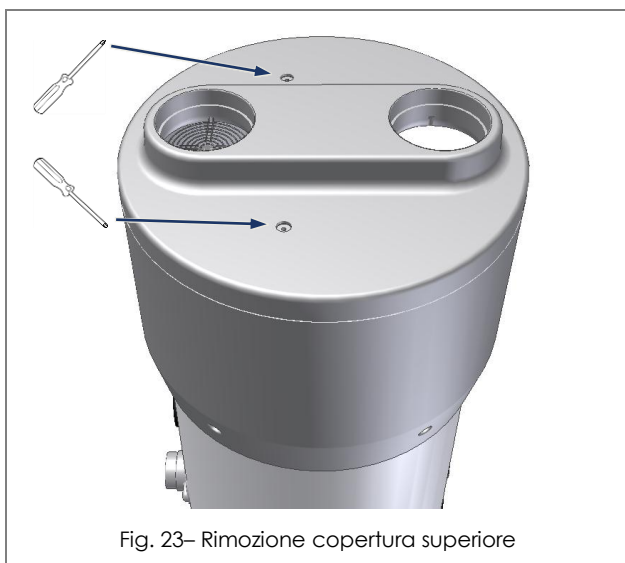

Fig. 23– Rimozione copertura superiore
- Rimuovere la copertura superiore svitando prima le apposite viti di bloccaggio (Fig. 23);